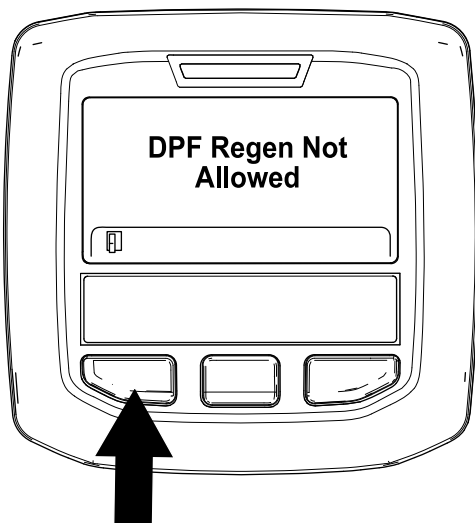

Figure 37
- Si le processus de regeneration n'est pas autorisé par l'ordinateur du moteur, le message « DPF Regen Not Allowed » (régén. FAP non autorisée) s'affiche dans l'InfoCenter (Figure 37). Appuyez sur le bouton gauche pour quitter l'écran d'accueil.